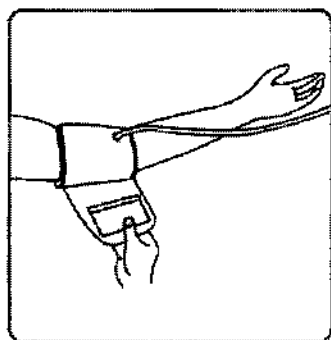

Fig. 4
4. Coloque el manguito de manera que los extremos superior e inferior queden apretados alrededor del brazo (Fig. 4).